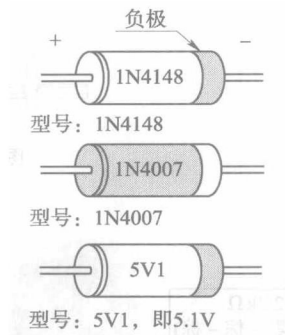

图 1.14 稳压二极管
- ① 整流二极管:将交流电转换成直流电的二极管称为整流二极管,它是面结合型的功率器件,因结电容大,故工作频率较低。
- ② 检波二极管:检波二极管是用于把叠加在高频载波上的低频信号检出来的器件,它具有较高的检波效率和良好的频率特性。
- ③ 开关二极管:用于接通和关断电路的二极管称为开关二极管,它的特点是反向恢复时间短,能满足高频和超高频应用的需要。
- ④ 稳压二极管:由硅材料制成的面结合型二极管,它是利用 PN 结反向击穿时的电压基本上不随电流的变化而变化的特点稳压的,故称为稳压二极管,如图 1.14 所示。
- ⑤ 发光二极管:将电信号转换成光信号的二极管。通常由磷砷化镓(GaAsP)、磷化镓(GaP)制成,光的波长(颜色)与材料有关,发光二极管的开启电压和正向导通电压比普通二极管大,正向电压一般为 1.3 ~ 2.4 V。
- ⑥ 光电二极管:通常由硅材料制成,管壳有接收光照的透镜窗口。光电二极管的电流与照度成正比,用于信号检测、光电传感器、电机转速测量等。